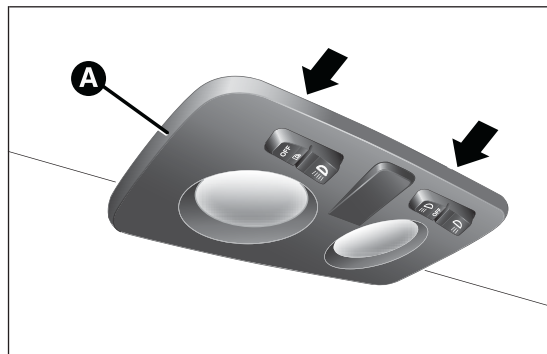
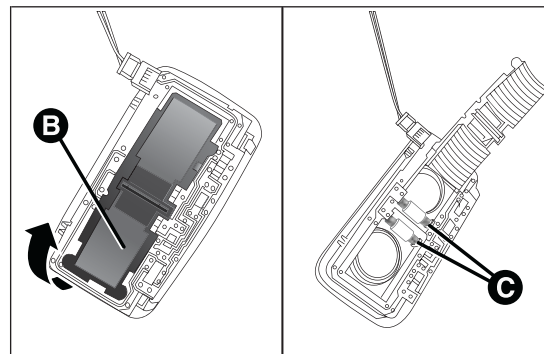

fig. 127
fig. 128
- ☐ extraer el plafón A fig. 127 interviniendo en los puntos indicados por las flechas;
- ☐ abrir la tapa B fig. 128, sustituir las lámparas C soltando los contactos laterales. A continuación, asegurarse de que las nuevas lámparas estén bloqueadas correctamente entre los mismos contactos;
- ☐ volver a cerrar la tapa B fig. 128 y fijar el plafón A fig. 127 en el mismo alojamiento asegurándose de que se bloquee correctamente.